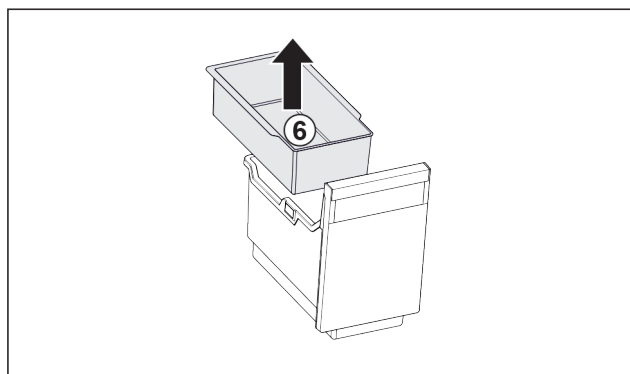

Fig. 101
- Extrageți tava suspendată Fig. 101 (6).